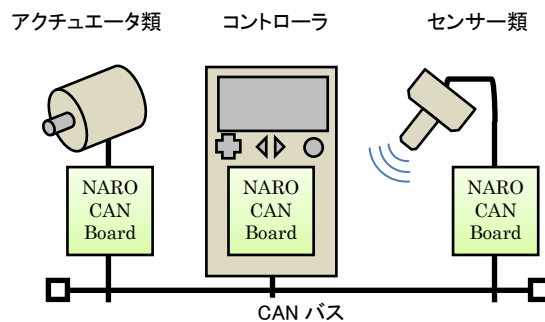

図2 制御ネットワークの構築例
2. 2チャンネルの CAN, それぞれ8bit のデジタル I/O の他, モーター制御するための PWM 出力やアナログ入出力などを備え, 農業機械用 ECU 開発に使用できます(図2)。